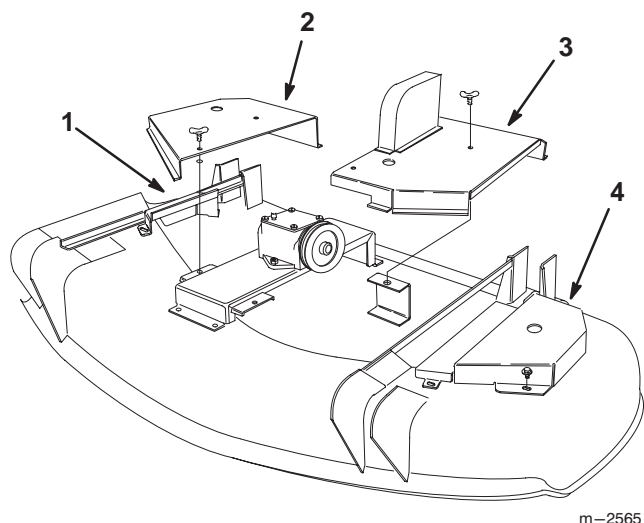

Figure 25
1. Dévissez de 1/4 de tour les goujons à oreilles de fixation des carters intérieurs gauche et droit du plateau de coupe, puis déposez les carters (Fig. 25).
2. Enlevez les vis à bride qui fixent les carters latéraux gauche et droit au plateau et déposez les carters (Fig. 25).
7. Reposez les quatre carters sur le plateau de coupe (Fig. 25).